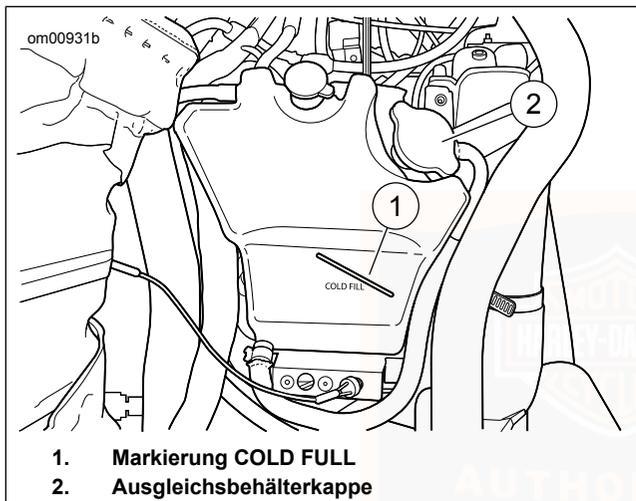

Abbildung 29. Kühlmittel-Ausgleichsbehälter: VRSC-Modelle
4. Siehe Abbildung 29. Den Kühlmittelstand im Ausgleichsbehälter bei kaltem Kühlmittel und bei auf dem Ständer ruhendem Motorrad prüfen.